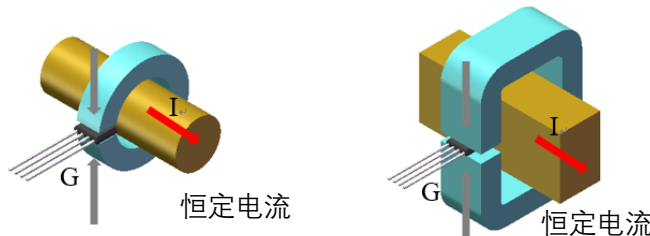

图 3：传统霍尔传感器的安装视图
(1) 传统的霍尔传感器通常是置于在磁芯（环形或是矩形）的气隙中，包裹在电流导体的周围（如图 3 所示）。